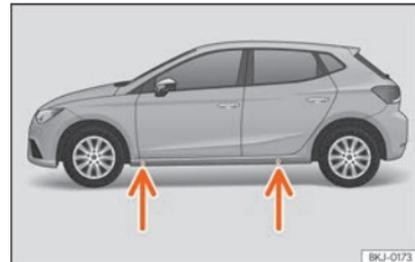

Fig. 38 Pontos de apoio do macaco.
- Procure na longarina a marca do ponto de apoio do macaco (zona afundada) mais próximo da roda a substituir »» **Fig. 38.**